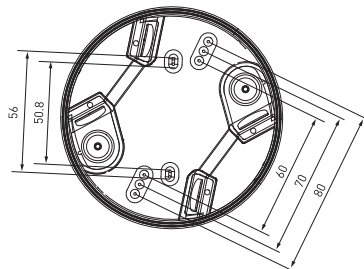
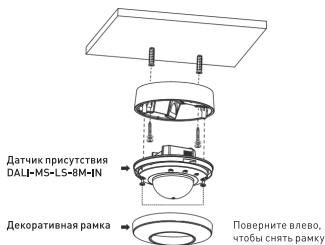

Рис. 2. Выбивные отверстия
Рис. 4. Схема монтажа
3.2. На нижней части корпуса имеется 5 пар вывальных отверстий на расстоянии от 50,8 мм до 80 мм для различных вариантов монтажа (см. рис. 2).
- 3.5. Просверлите соответствующую пару монтажных отверстий (см. рис. 2), чтобы закрепить корпус на поверхности потолка с помощью 2 шурупов по дереву с резиновой шайбой (см. рис. 4).